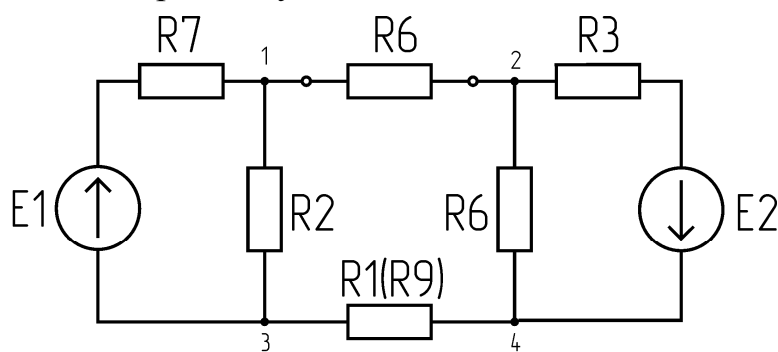

Рис.13.
1.Собрать цепь по схеме рис.13, установив $E_2=10$ В
5. Для оценки влияния сопротивления резистора, включенного в цепи между узлами 3 и 4, на параметры эквивалентного источника напряжения заменить в цепи рис.13 резистор R_1 на резистор R_9 и повторить п.4.2 и п.4.3.